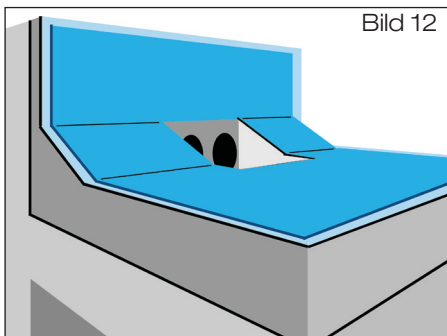

Bild 12
2.4 **Anschlussbahn** bauseits aus vorhandener Bitumen-Dachdichtungsbahn, Größe: ca. 700 mm x 1000 mm, zuschneiden (Bild 12).